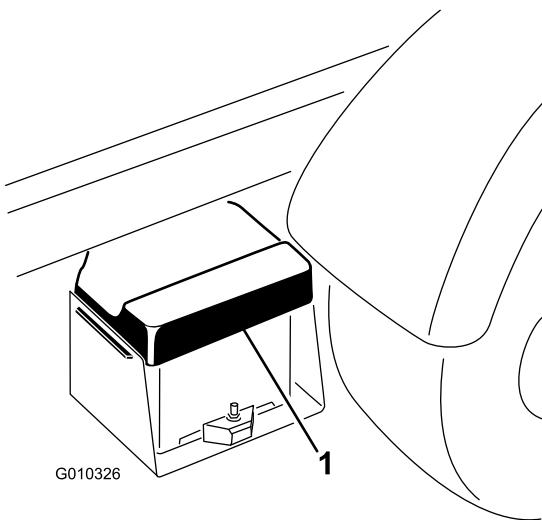

Figura 49
1. Stringete il coperchio della batteria per liberare le lingue dalla cassetta della batteria, quindi rimuovete il coperchio della batteria dalla cassetta della batteria stessa (Figura 49).